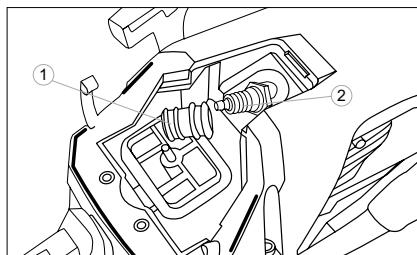

Fig. 26
3. Scollegare il cavo dell'alta tensione dalla candela 1 (fig. 26).